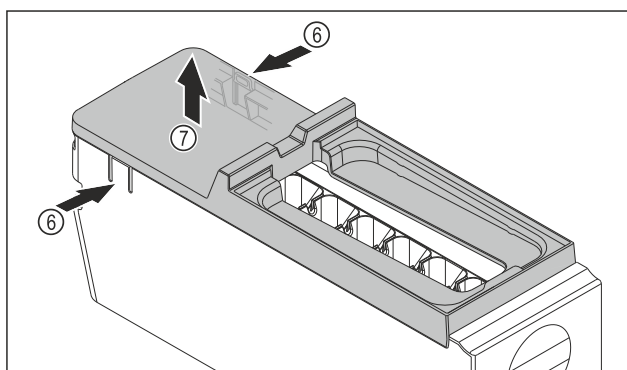

Fig. 79
- Ta bort skyddet på EasyTwist-Ice-enheten: Tryck på skenorna Fig. 79 (6) på båda sidor av EasyTwist-Ice-enheten med en hand.
- Ta bort skyddet Fig. 79 (7) uppåt med andra handen.